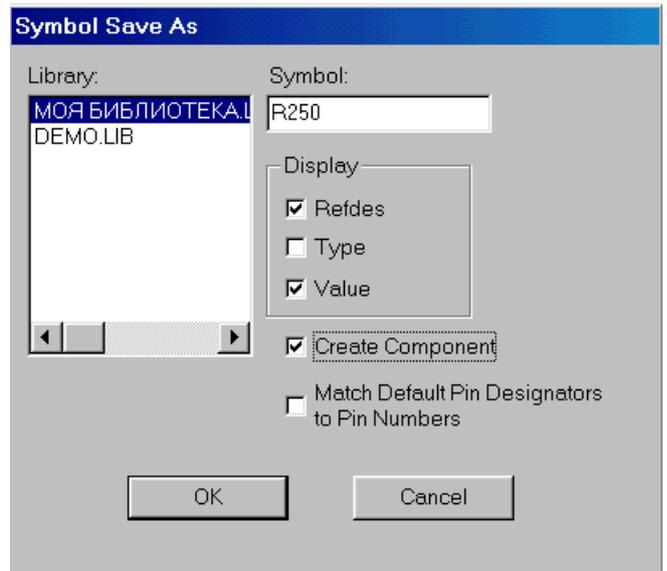

Рис. 5-8. Помещение резистора в библиотеку
3) На панели **Symbol Save As** (см. рис. 5-8) в окне ввода *Symbol* наберите **R250**
6) В окне *Library* качестве библиотеки для размещения выберите *Моя библиотека*, как показано на рис. 5-8 и нажмите кнопку ОК.